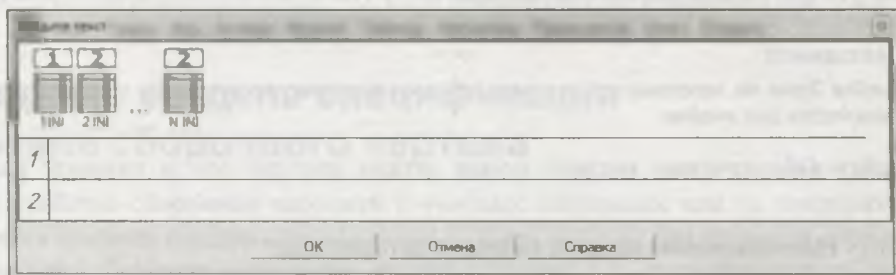

Рис. 15.14. Диалоговое окно **Введите текст**
- ◆ в Строке меню выполните команды **Управление** ► **Спецификация** ► **Спецификация на листе** ► **Название** — система выведет на экран диалоговое окно **Введите текст** (рис. 15.14);